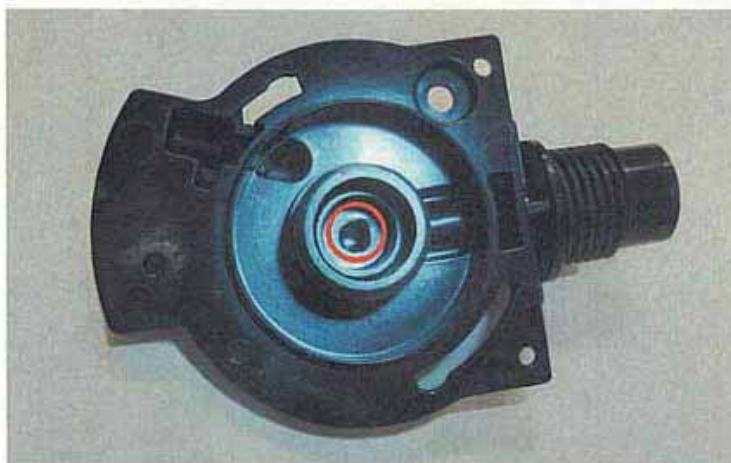

図2
- II. 本体のノズルの付く部分の深い穴(図2の赤丸内)は手前の部分の寸法と深さを測定し、テーパーは付いていないものとしてモデリングすること。